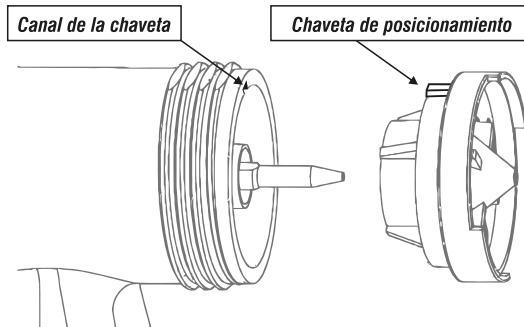

Fig. 7 - Montaje de la tapa de aire
- Para montar nuevamente la tapa de aire se debe encajar la chaveta de posicionamiento en su encaje, de acuerdo a la Fig. 7. Monte los demás componentes;